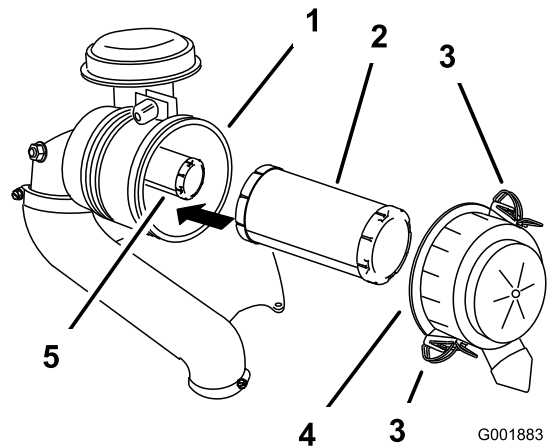

Figura 26
3. Rilasciate i dispositivi di fermo del filtro dell'aria e togliete il coperchio dal corpo del filtro (Figura 26).
5. Estraiete con cautela il filtro primario dal corpo del filtro dell'aria (Figura 26).
2. Se sostituite il filtro di sicurezza, fatelo scorrere delicatamente nel corpo del filtro (Figura 26).
3. Montate con cautela il filtro primario sul filtro di sicurezza (Figura 26).
4. Montate il coperchio del filtro dell'aria con il lato contrassegnato **up** (alto) rivolto in alto, quindi fissate i dispositivi di fermo (Figura 26).